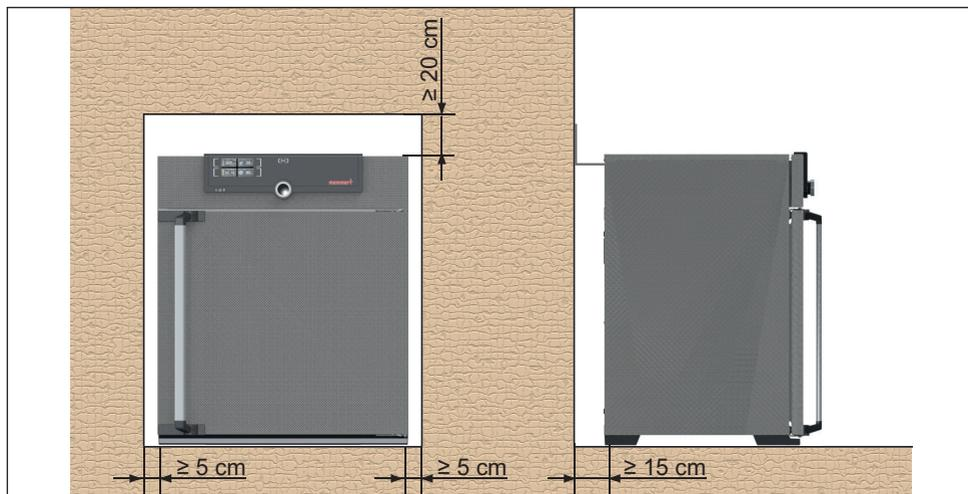

Fig. 8 Distanza minima da pareti e soffitti
La distanza fra il muro e la parete posteriore dell'apparecchio deve essere di almeno 15 cm. La distanza dal soffitto deve essere di almeno 20 cm e la distanza laterale rispetto al muro o a un altro apparecchio adiacente deve essere di almeno 5 cm (Fig. 8). È necessario assicurare una circolazione d'aria sufficiente intorno all'apparecchio.
2. Inclinare il dispositivo antiribaltamento verso l'alto in modo da formare un angolo di 90° rispetto alla parete (rispettare la distanza minima dalla parete, v. Fig. 8).